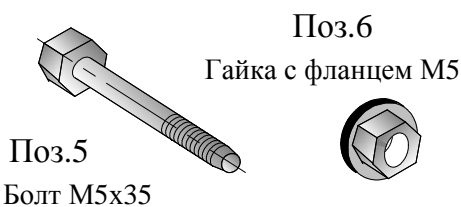

Рис.2
- SGR рамы определенной высоты и глубины (из номенклатурного ряда (рис.2)-две рамы на односекционный стеллаж;
2.4.1 Комплектация рам всех штатных типоразмеров, шт (рис.2)
| Поз.на рис.2 | Ширина рамы, мм | Стяжка рамная | | Высота рамных стоек Н, мм | | | | |